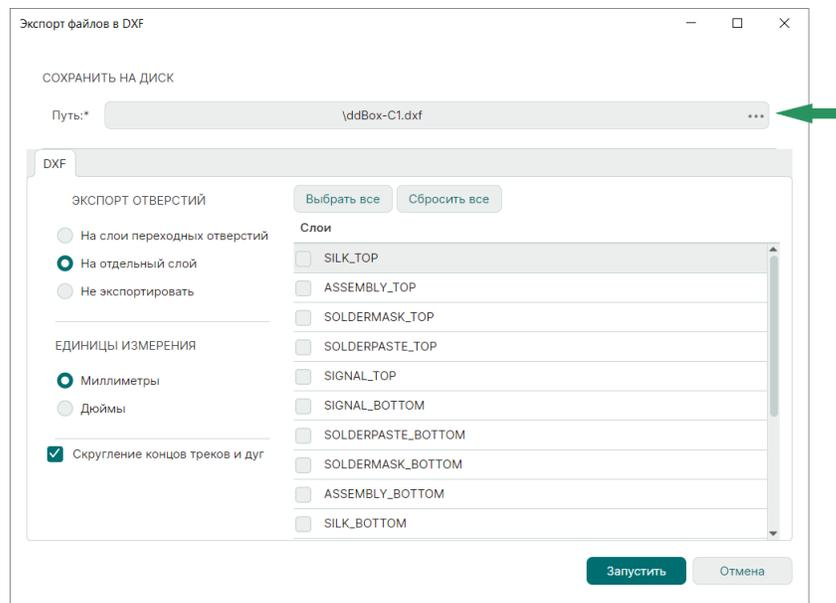

Рис. 134 Окно «Экспорт файлов в DXF»
1. В открывшемся окне «Экспорт файлов в DXF» укажите путь для сохранения файла в поле «Сохранить на диск» в строке «Путь:» с помощью кнопки , см. Рис. 134.